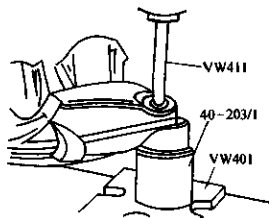
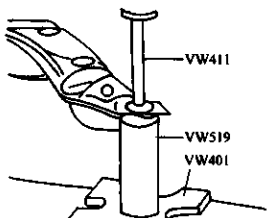

图 3-145 压出副车架
图 3-146 压出副车架
4) 用专用工具压出副车架前后4个橡胶支承, 如图 3-145 和图 3-146 所示。